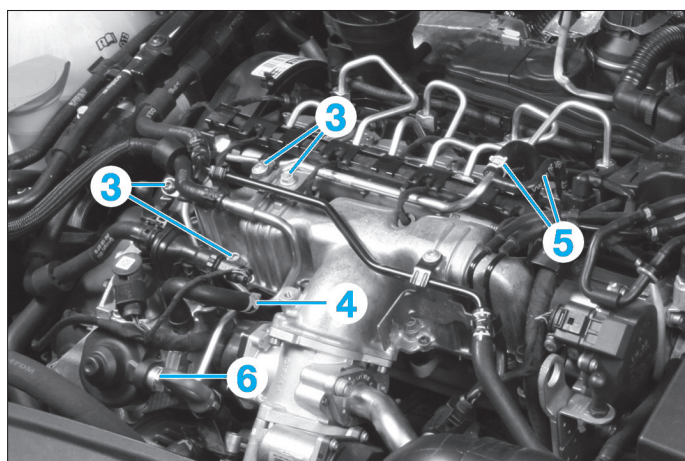

Fig. 31
- Déposer les colliers de maintien des tuyaux haute pression (3) (Fig.31).
- la durit de retour de carburant (4) de la pompe haute pression (Fig.31),